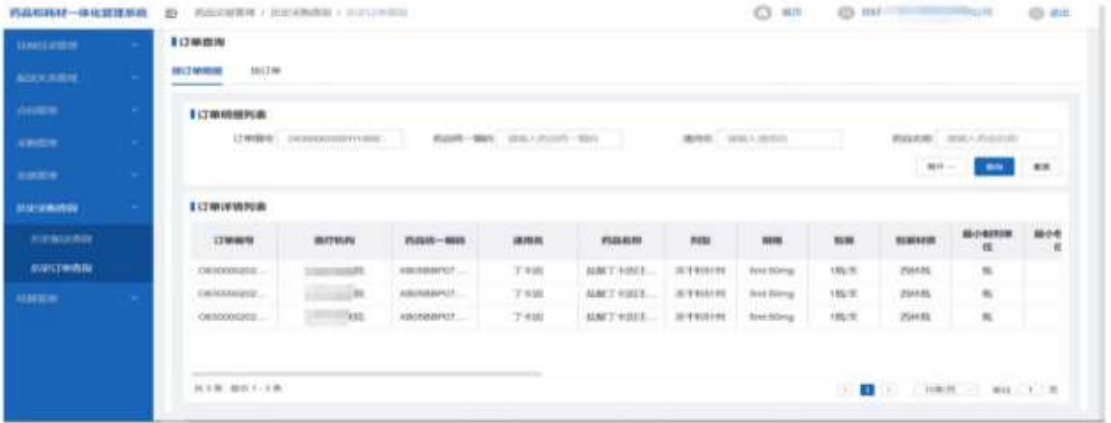

图 3
- 3. 点击【订单号】链接，进入订单详情页（如图 3 所示）。